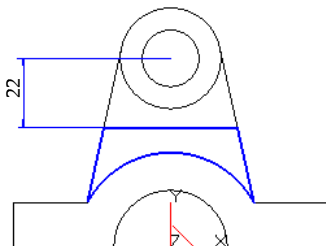

图 6-109 绘制草图
2) 利用曲面生成工具绘制如图 6-109 所示的草图, 然后单击“绘制草图”按钮退出草图绘制。